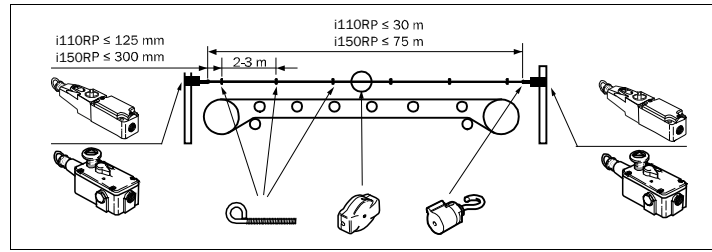
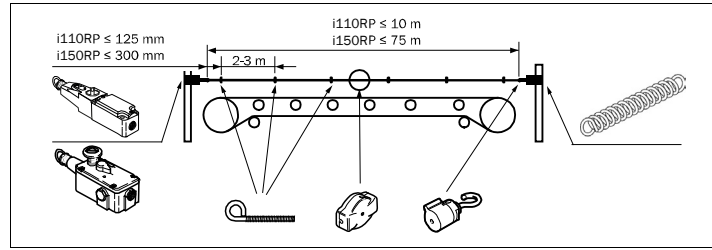

Abb. 2: Beispiel der Seilführung und Anordnung der Einzelteile mit 2 Seilzugschaltern
Abb. 3: Beispiel der Seilführung und Anordnung der Einzelteile mit 1 Seilzugschaltern und 1 Spannfeder.
Maximale Seillängen nicht überschreiten (siehe Abb. 2 und Abb. 3). Die Verwendung einer Spannfeder erfordert eine Risikobewertung.
- 2. Seilklemme in 2. Seilzugschalter einhängen. Bei Seillängen < 10 m / < 75 m kann eine Spannfeder anstatt des zweiten Seilzugschalters genutzt werden (separat zu bestellen) (Abb. 3).